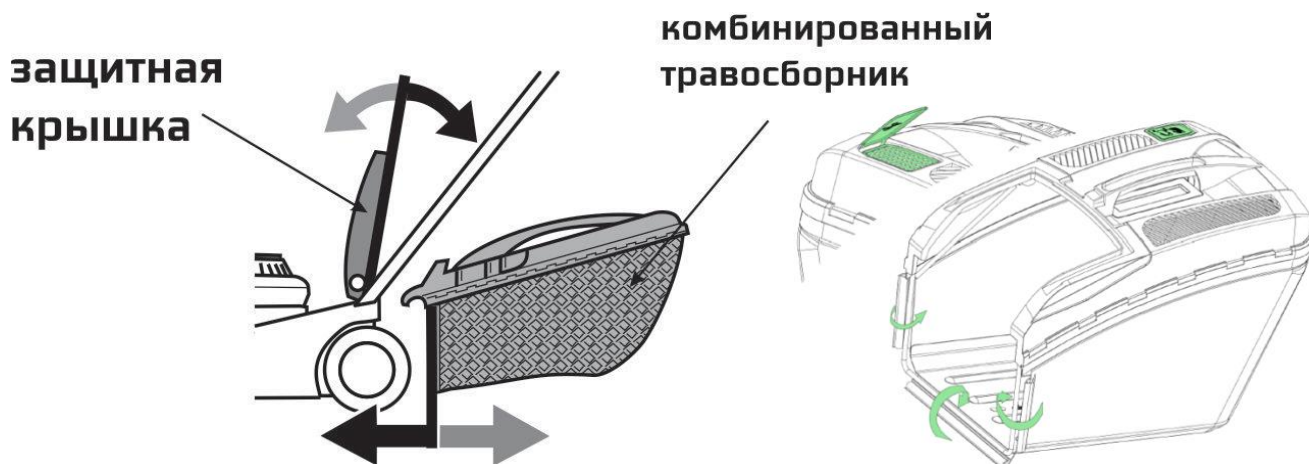

Рис.6.
1. Установите травосборник на корпус. Рис.6